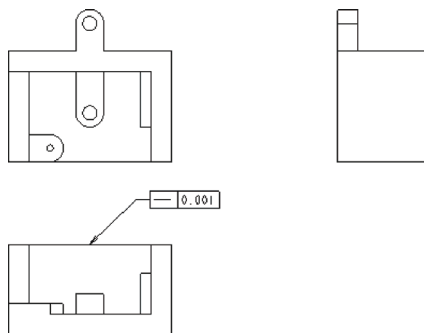

图 14-74 标注几何公差
STEP 06 弹出“引线类型”菜单管理器，在绘图区选择要标注的图形，然后在合适位置单击鼠标中键，即可标注几何公差，效果如图 14-74 所示。